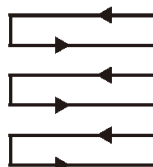

Рис. 25
4. Косите полосами с небольшим перехлестом. Наиболее эффективная схема стрижки газона — по прямым линиям вдоль одной из сторон. Такой подход обеспечит ровность и не позволит пропустить ни одного участка с травой (рис. 25).